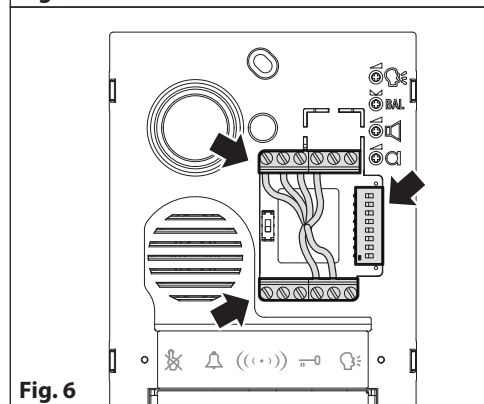

Fig. 6
4. Make all the connection and dip-switch settings according to the wiring diagrams provided (Fig. 6).
4. Eseguire tutti i collegamenti e le impostazioni dei dip-switch secondo gli schemi elettrici forniti (Fig. 6).
4. Effectuez toutes les connexions et les réglages des dip-switches selon les schémas électriques fournis (Fig. 6).
4. Voer alle aansluitingen en dip-switch-instellingen uit volgens de meegeleverde elektrische schema's (Fig. 6).
4. Realice todas las conexiones y ajustes de los interruptores DIP según los diagramas de cableado proporcionados (Fig. 6).
4. Faça todas as ligações e configurações dos interruptores DIP de acordo com os diagramas de ligações fornecidos (Fig. 6).